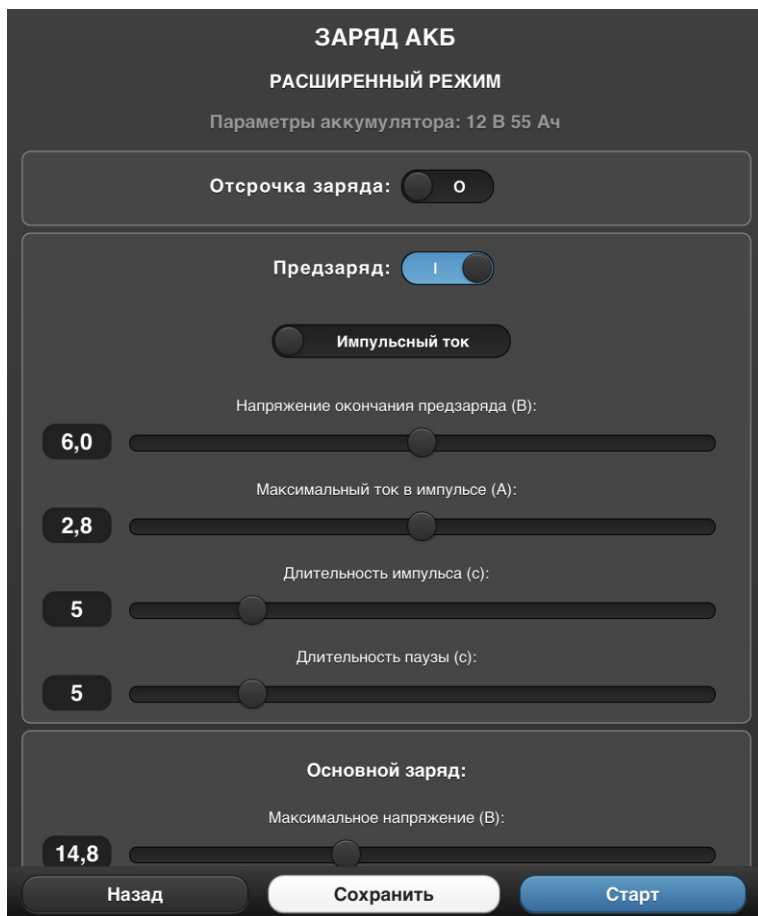

Рис. 8 - Предзаряд
- предзаряд с использованием импульсного или постоянного тока (рис.8);